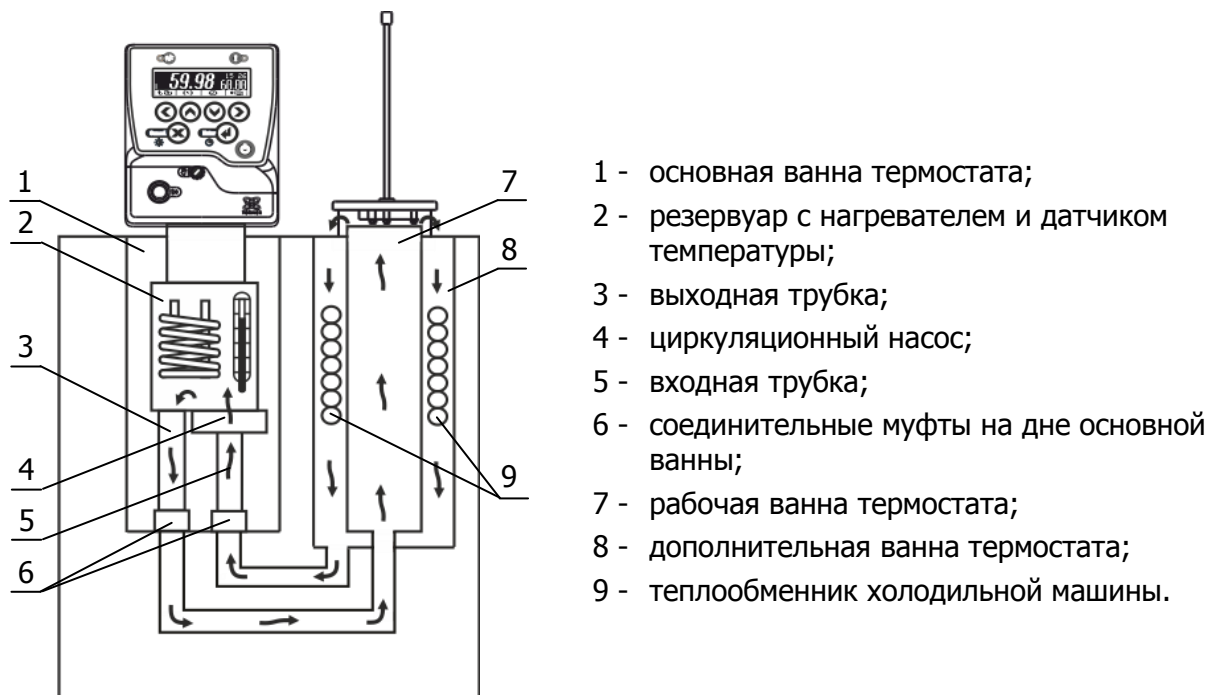
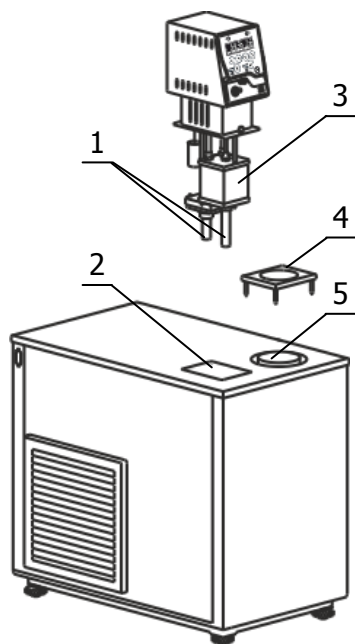

Рисунок 3 — Устройство термостата
Рисунок 4 — Установка блока регулирования
1.4.6 Циркуляционный насос 4 блока регулирования температуры (рисунок 3), через входную трубку 5 забирает теплоноситель из дополнительной ванны 8 и нагнетает его в резервуар 2 с нагревателем и датчиком температуры. В резервуаре температура теплоносителя регулируется и далее, через выходную трубку 3, теплоноситель поступает в рабочую ванну 7, а из нее, переливом через верхний край ванны, поступает в дополнительную ванну 8, где происходит охлаждение теплоносителя при помощи теплообменника холодильной машины 9.
2.2.3 Вставить входную и выходную трубки 1 (если они не были установлены заводом-изготовителем) во входной и выходной патрубки блока регулирования и зафиксировать их винтами (рисунок 4). Выходную трубку следует вставлять в резервуар 3 косым срезом до упора.
2.2.4 Блок регулирования погрузить в отверстие 2 так, чтобы трубки 1 (рисунок 4) попали в муфты 6 (рисунок 3) на дне основной ванны и зафиксировать блок винтовыми фиксаторами на крышке термостата.
2.2.6 Заполнить ванну термостата теплоносителем через отверстие над рабочей зоной 5 (рисунок 4). Перелив теплоносителя из рабочей ванны в дополнительную и основную ванны займет некоторое время. Заполнять ванны следует до момента начала слива теплоносителя из переливного штуцера 6. Температурный диапазон применения теплоносителя должен соответствовать значениям, указанным в 1.2.6.
2.2.10 Причина отсутствия перелива — неправильная работа насоса, вызванная воздушной пробкой, образовавшейся в резервуаре 3 (рисунок 4). Для ее устранения необходимо: